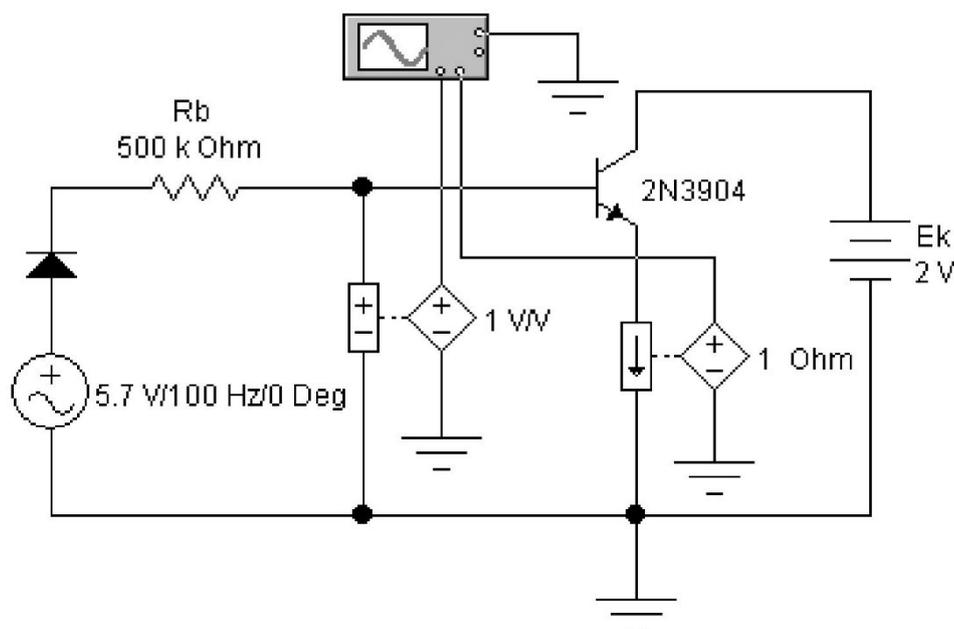

Рис. 11. Схема для получения входной характеристики транзистора в схеме с ОБ
2. Открыть файл со схемой, изображенной на рис. 11. Включить схему. Зарисовать осциллограмму полученной характеристики.